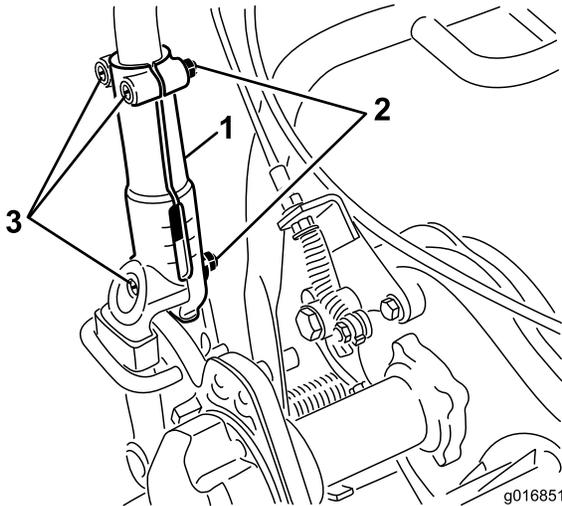

Figura 27
1. Afloje los 3 pernos de cuello cuadrado y las tuercas que sujetan ambos lados del manillar a las abrazaderas (Figura 27).